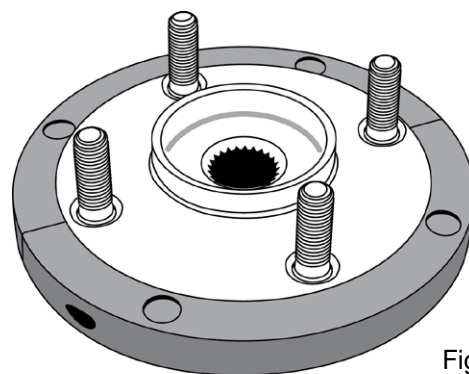

Fig 2
- Inicialmente, encoste o adaptador (I) certificando-se de que este não interfere com o sensor do ABS
- Consulte a Fig. 2: Monte as garras (A) no novo rolamento/flange e prenda com os parafusos de fixação (D).
- Monte os quatro pinos de força (E) na placa de força (B). O O-ring de borracha do pino de força irá mantê-lo fixo na placa de força.